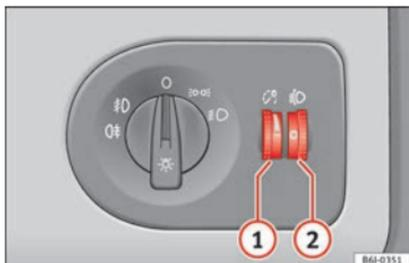

Fig. 90 Planche de bord : régulateurs d'éclairage des instruments et des commandes et de la portée des phares.
peut toujours être réglée en tournant la molette » **fig. 90 ①**.